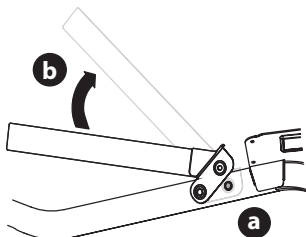

Figure 2
1. Retirez les deux vis à bride hexagonales (a) partiellement installées sur le châssis (Figure 2).
2. Faites pivoter le cerceau supérieur (b) pour le mettre en position (Figure 2).